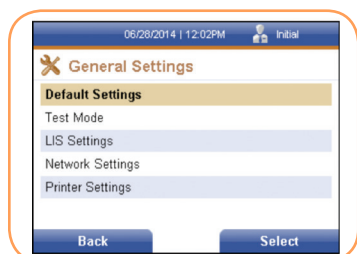

FIGURA 6
1. Mediante la tecla programable derecha, seleccione Configuración general. Se muestra la pantalla Configuración general (Figura 6).